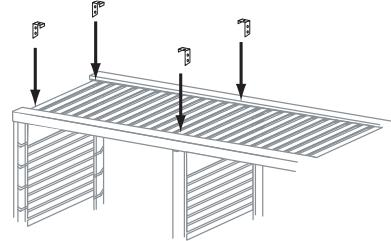

**FIG. 3.5**
- Placer les encoches du haut de la Tour à niveau et serrées contre le dessous de la tablette supérieure. (Fig. 3.5)